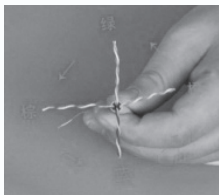

图4-8 拆开4对双绞线
- 3) 拆开4对双绞线。把4对双绞线拆成十字形，绿线对准自己，蓝线向外，棕线在左，橙线在右，按照蓝、橙、绿、棕逆时针方向顺序排列，如图4-8所示。